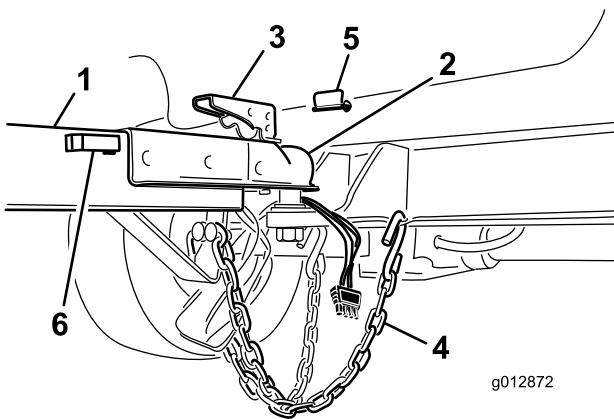

図 11
5. ハーネス・コネクタをヒッチ・チューブ・ホルスタに入れる（図 11）。
2. トングのレバーを持ち上げながらカバーをボール・ヒッチの上に降ろす (図 11)。
4. ピンを取り付けてカップラのレバーをロックする (図 11)。
5. 安全チェーンを交差させ、ヒッチの穴に取り付ける (図 11)。